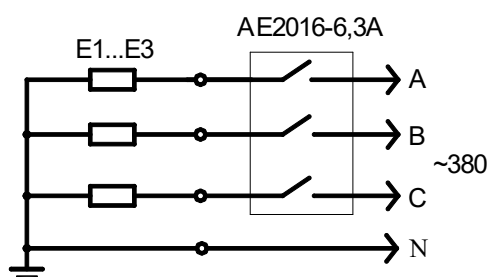

Рис. 3
4.4. Выпускаемый предприятием-изготовителем обогреватель рассчитан на подключение к однофазной сети напряжением 220 В, для подключения к трехфазной сети на напряжение 380 В требуется снять перемычки с одной стороны ТЭН согласно схеме электрической рис. 3.
5.11. Электрическая защита обогревателя обеспечивается в соответствии с требованиями ПУЭ внутренним и наружным заземляющими зажимами, для защиты обогревателя от перегрузок по току и коротких замыканий электрическую сеть следует оборудовать устройством защитного отключения (УЗО) или входным автоматическим выключателем (см. рис. 3).
6.1.6. Электромонтаж обогревателя должен быть осуществлен по схеме электрической (см. рис. 3).